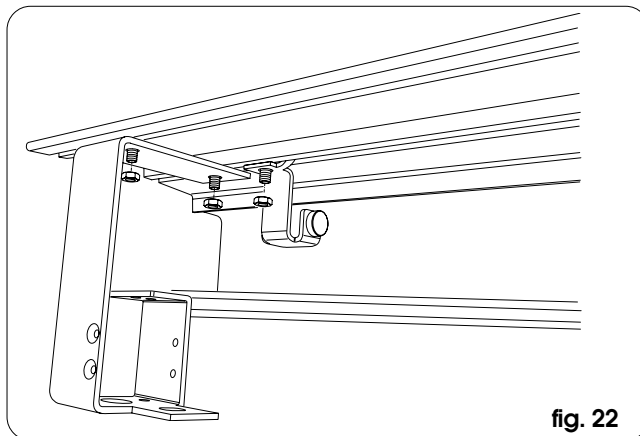

fig. 22
• Fissare alle estremità della traversa, le staffe laterali utilizzando le più esterne delle viti tiranti predisposte precedentemente (fig. 22).
- Per la porta a singola anta: montare sul profilo di sostegno gli arresti meccanici di chiusura e di apertura come in fig. 22 utilizzando le viti tiranti più esterne fra quelle predisposte e non ancora utilizzate.
- Nelle porte a doppia anta: montare gli arresti meccanici di apertura, come in fig. 22 utilizzando le viti tiranti più esterne fra quelle predisposte e non ancora utilizzate.